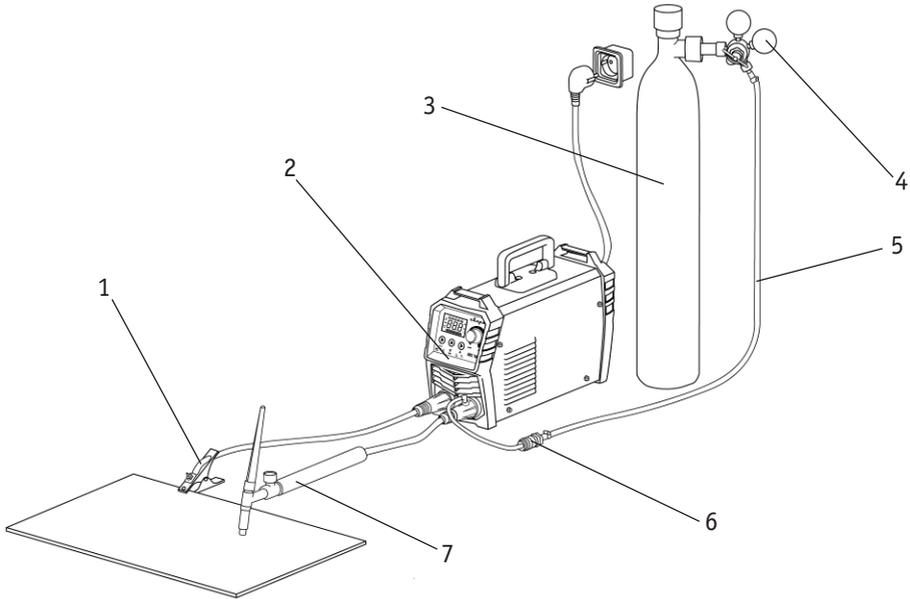

Рис. 11.1. Схема подключения оборудования.
**2.** На передней панели сварочного аппарата имеется два панельных разъёма: «+» и «-». Подключите вентильную горелку для аргонодуговой сварки в разъём «-», а клемму заземления подключите в разъём «+» (См. рис. 11.1).